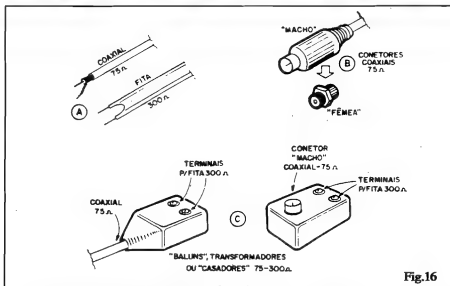

Fig.16
- **FIG. 16** - Em todas as explicações, figuras, diagramas e esquemas mostrados no presente "ESPECIAL UHF", algumas "tranqueirinhas" são citadas e mostradas com freqüência, sempre supondo que o Leitor já as conheça, pelo menos pela "cara"... Como nem todo mundo já viu ou manipulou tais implementos, a fig. 16 dá alguns detalhes importantes:
- **16-C** - Para transformar as impedâncias entre cabos, entradas, conectores, etc., sempre "casando" 75 ohms com 75 ohms e 300 ohms com 300 ohms, são usados os pequenos dispositivos conhecidos como "BALUNS" (BALOONS), "TRANSFORMADORES" ou CASADORES 57-300. Em qualquer dos modelos esses dispositivos permitem, de um lado, a ligação a cabo ou conector de 75 ohms e, do outro lado, a conexão de cabo ou plugue de 300 ohms. As ligações para 300 ohms ("fita" ou cabo "chato") são normalmente feitas via dois parafusos com olhais ou arruelas metálicas, "mecanicamente" compatíveis com os fios dos cabos "chatos". Já a ligação de conectores ou cabos coaxiais, redondos, de 75 ohms, é feita de diversas maneiras... Nos dois modelos (mais comuns...) mostrados, o primeiro admite a ligação direta de **cabo coaxial**, enquanto que o segundo serve para ligar um cabo "chato" (300 ohms) diretamente a um conector "fêmea" coaxial (ver fig. 16-B), já que o dispositivo apresenta a um conector "macho", diretamente "entubável" na respectiva "fêmea"...